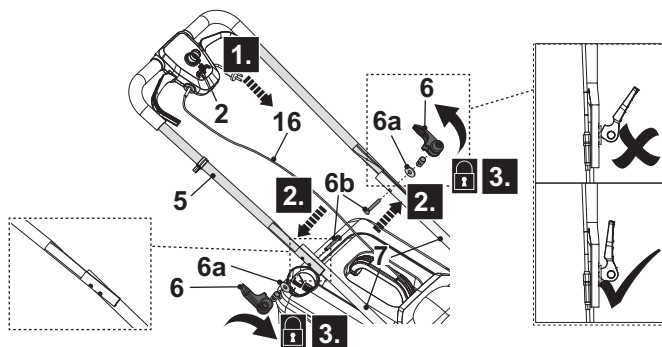

Fig. 3
**NOTA:** Para a primeira montagem, fixar as barras inferiores de pega (7) com as alavancas de pinça (6) na posição central do mecanismo de ajuste da inclinação, alinhando a linha de indicação (7a) com o indicador (9a) da pega de transporte (9). Assegurar-se de que as barras inferiores de pega (7) são montadas no mesmo nível de altura em ambos os lados.
4. Segurar a barra superior de pega (5) com o botão de segurança (2) virado para cima. Alinhar os orifícios de montagem da barra superior de pega (5) e das barras inferiores do punho (7) (Fig. 3, passo 1).
5. Passar o parafuso de montagem (6b) através dos furos de montagem até à extremidade (Fig. 3, passo 2).
6. Fixar a anilha (6a) e aparafusar a alavanca de pinça (6) no sentido dos ponteiros do relógio através da rosca do parafuso de montagem (6b), bloqueá-la dobrando a alavanca de pinça (6) na direcção do cabo. Se a alavanca de pinça (6) não puder ser dobrada, solte-a e dobre-a novamente. Se estiver demasiado solta, aperte-a balançando a alavanca de pinça (6)
(Fig.3, passo 3).